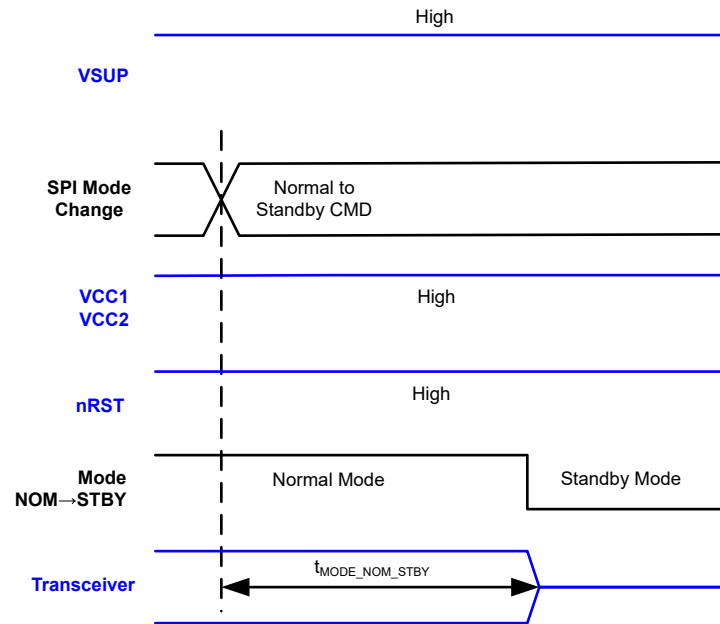

图 7-16. 正常到待机时序
- B. 蓝色信号是 TCAN241x-Q1 的输入或输出，黑色信号是 TCAN241x-Q1 的内部信号。这适用于时序图图 7-13、图 7-14、图 7-15 和图 7-16。